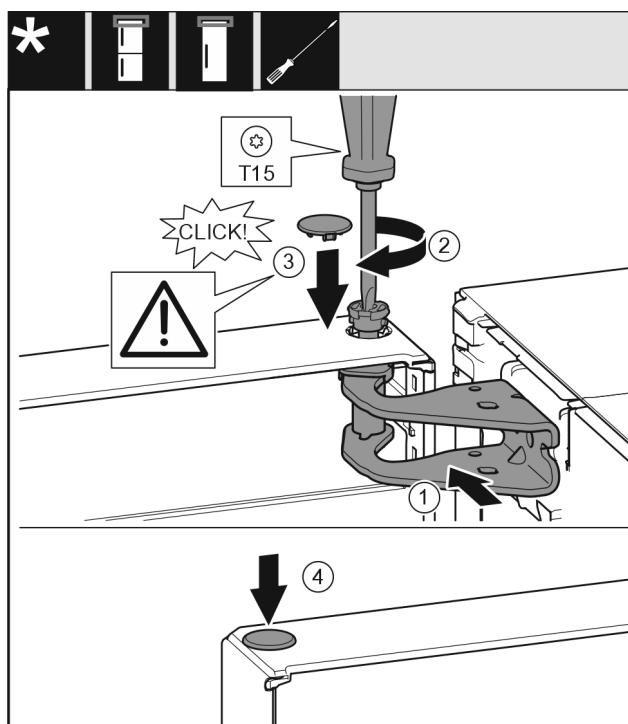

Fig. 18
- Выровняйте дверь вверху по отверстию в опорном кронштейне. Fig. 18 (1)
- Вставьте палец и затяните отверткой T15. Fig. 18 (2)
- Установите предохранительную крышку для защиты двери: Вставьте предохранительную крышку и проверьте, прилегает ли она к двери. В ином случае вставьте палец полностью. Fig. 18 (3)
- Вставьте заглушку. Fig. 18 (4)